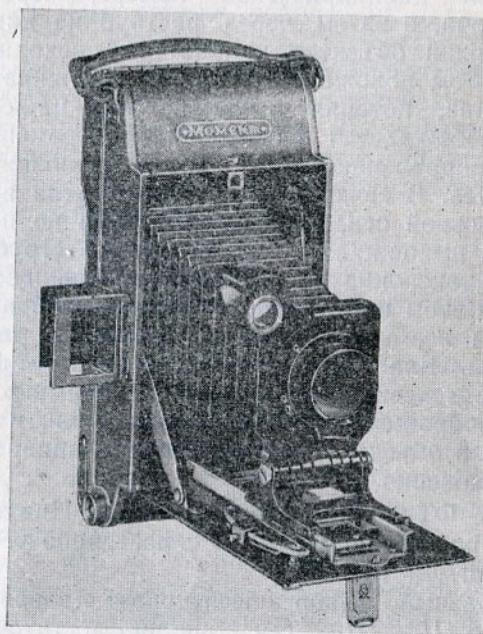

Рис. 19. Аппарат Момент
*Apparat Момент* (рис. 19) предназначен для быстрого получения готового фотоснимка на месте съемки без лабораторной обработки негатива и позитива. Для этого аппарат заряжается специальным фотокомплектом Момент, состоящим из двух специальных светочувствительных лент бумаги: негативной и позитивной.